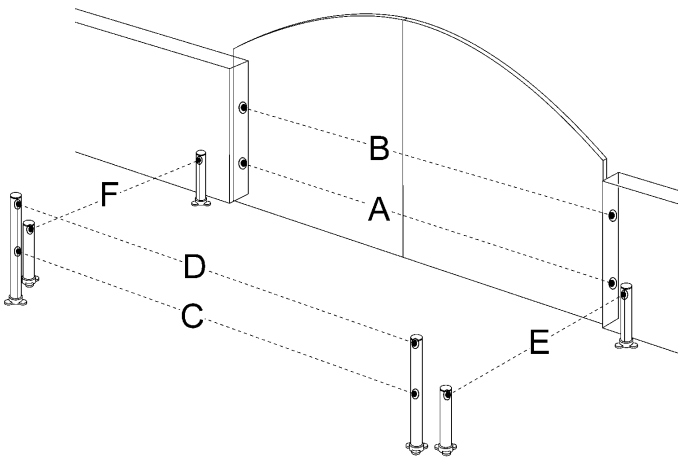
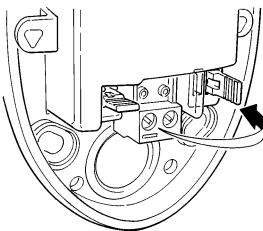

Figura 64
Figura 65
En cualquier momento es posible instalar más fotocélulas, además de aquellas entregadas de serie con el WG20. En un automatismo para puertas de 2 hojas es posible colocarlas tal como representado en la figura 64.
- 2 Determine la posición de instalación de acuerdo con la figura 64 y realice el puente de conexión de acuerdo con la Tabla 11. Los puentes que no se usen se guardan en el compartimiento reservado a tal fin, para poder ser utilizados en un futuro (figura 65).